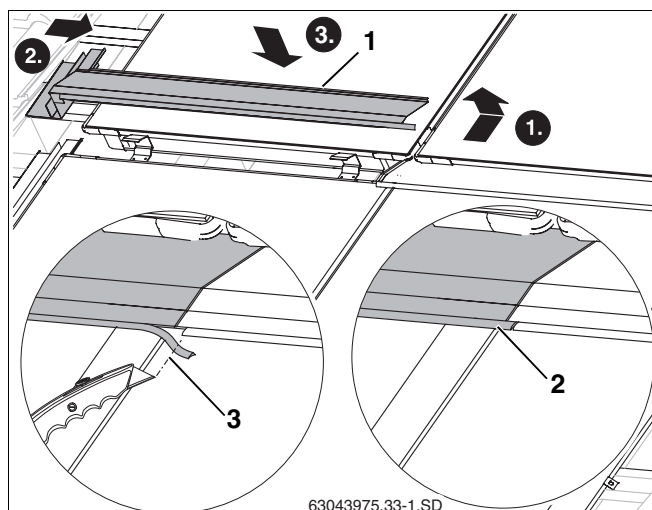

Fig. 53 Poser la tôle de recouvrement centrale gauche
- Poser l'épaulement de la tôle de recouvrement gauche (fig. 53, **pos. 1**) comme pour la tôle droite dans la rainure du châssis du capteur.
- Couper la lèvres en caoutchouc (fig. 53, **pos. 3**) jusqu'à ce qu'elle touche la lèvres en caoutchouc de la tôle de recouvrement droite.
- Insérer la lèvres en caoutchouc de la tôle de recouvrement gauche sur la rainure de la tôle droite (fig. 53, **pos. 2**).